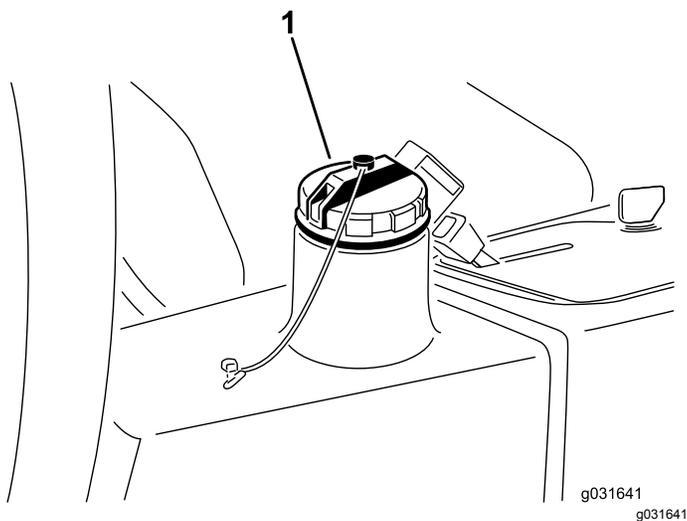

Figura 63
2. Pulite attorno al collo del bocchettone e del tappo del serbatoio idraulico (Figura 63).
3. Togliete il tappo del serbatoio idraulico (Figura 63).